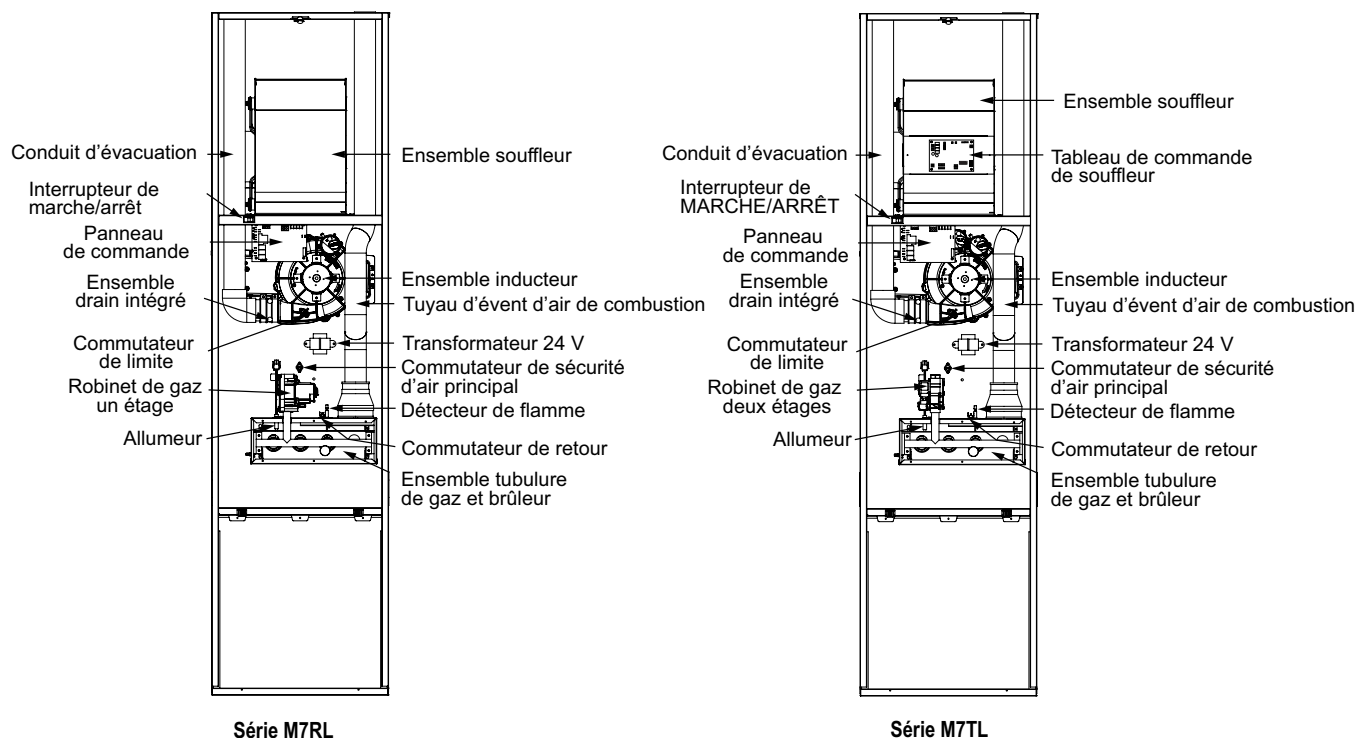

Figure 3. Composants des fournaises M7RL et M7TL
2. L'interrupteur (à l'intérieur du compartiment de souffleur) est-il en position de marche (ON)? Voyez la Figure 3, \(page 8\).
Les composants de la fournaise illustrés à la Figure 3 facilitent l'identification et le repérage des différentes pièces de la fournaise. Il est essentiel que vous vous familiarisiez avec le robinet de gaz. Vous utilisez ce robinet pour mettre la fournaise en marche ou l'arrêter. Il n'y a aucune autre pièce réparable. Toutes les réparations doivent être effectuées par un technicien en CVC agréé.